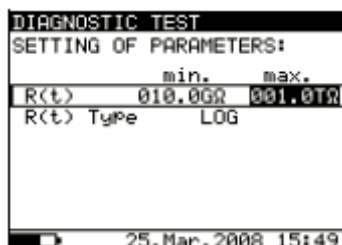

Рис. 24. Меню настроек функции **Graph R(t)**
- Нажмите клавишу **SELECT** для настройки параметров в функции **Graph R(t)**, см. рисунок 24. Для возврата в основное меню настроек функции